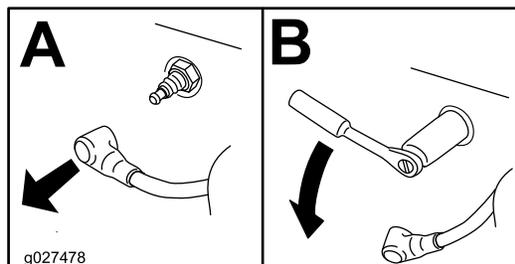

Рисунок 23
3. Снимите свечу зажигания (Рисунок 23).